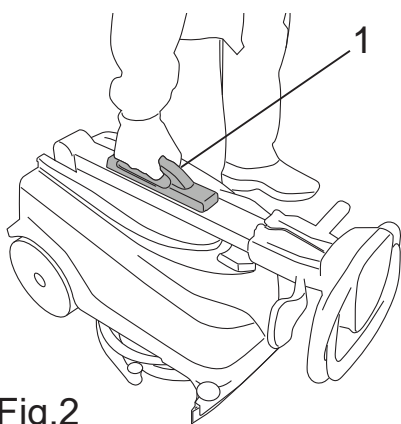

Fig.2
- Extraia a máquina da embalagem levantando-a pela pega (Fig.2-Ref.1), coloque-a no pavimento.